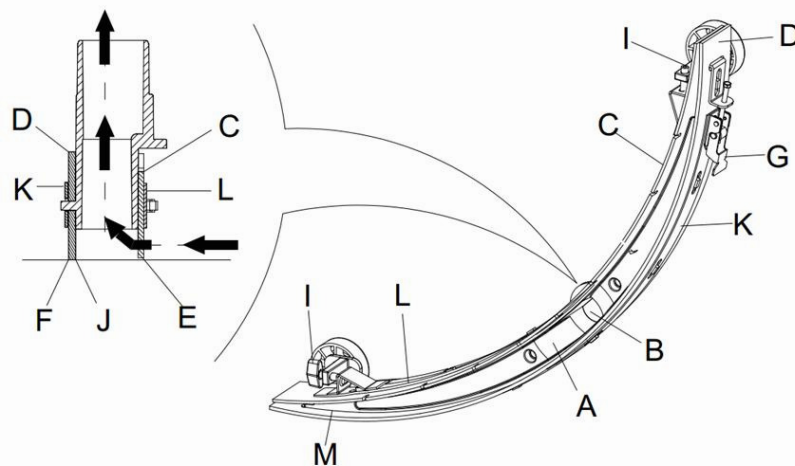

Figure 15
2. Appuyez sur l'interrupteur d'alimentation (41) sur la position "O" pour éteindre la machine.
3. Dévissez les molettes (16) de la raclette, débranchez le flexible d'aspiration de la raclette puis retirez la raclette.
4. Utilisez la poignée de levage de la raclette (14) pour soulever le cadre de support de la raclette.
5. Nettoyez la raclette (**Figure 15**). Nettoyez en particulier la rainure (**A, Figure 15**) ainsi que les saletés et les fragments dans le tube d'aspiration. Vérifiez si la bavette avant (C) et la bavette arrière (D) de la raclette sont intactes et s'il n'y a pas de bords usés ou déchirés. Remplacez-les si nécessaire (voir les étapes dans la partie suivante).
- Suivez les méthodes indiquées dans la section précédente pour nettoyer la raclette (**Figure 15**)
- Vérifiez le bord (**E, Figure 15**) de la bavette avant de la raclette et le bord (**F**) de la bavette arrière (**D**) de la raclette. Sur toute la longueur, ils doivent au même niveau. Dans le cas contraire, réglez leurs hauteurs grâce à la procédure suivante.
- Raccordez le flexible d'aspiration (11) à la raclette.
- Installez la raclette et utilisez les molettes (16) pour la serrer, puis raccordez le flexible d'aspiration à la raclette.
- Si nécessaire, réglez la raclette à l'aide de la molette de réglage (20) (consultez les procédures de réglage d'inclinaison de la raclette).